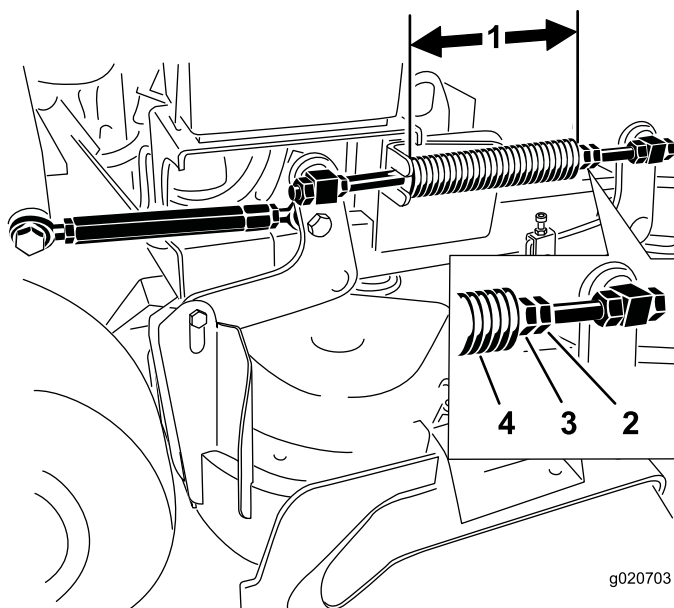

Figura 88
2. Compruebe la longitud del muelle de compresión. La longitud nominal es de 28,2 para carcasas de corte de 91 cm y de 25,7 cm para carcasas de corte de 102 cm (Figura 88).
3. Ajuste esta distancia aflojando la contratuercas elástica y girando la tuerca que está delante de cada muelle (Figura 88).
4. Fije la tuerca en la posición deseada apretando la contratuercas elástica (Figura 88).